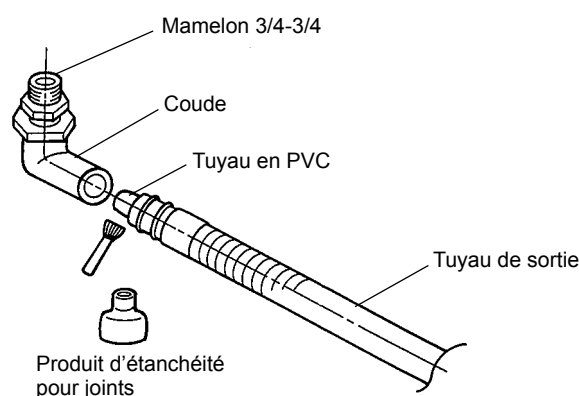

Fig. 7
- 5) Utiliser un produit d'étanchéité pour joints (PVC) pour raccorder le tuyau de sortie avec le tuyau en PVC (accessoire) au coude comme indiqué (Fig. 7). Le tuyau peut être coupé à la longueur voulue en fonction de la position de vidange principale.